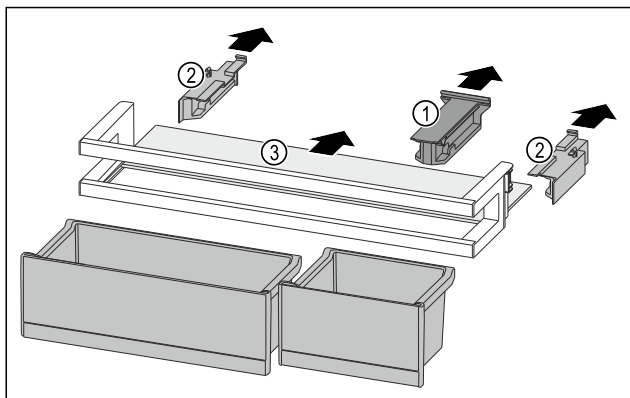

Fig. 146
- ▶ Držák Fig. 146 (1) stáhněte.
- ▶ Boční díly Fig. 146 (2) stáhněte.
- ▶ Odkládací plochu Fig. 146 (3) odeberte.